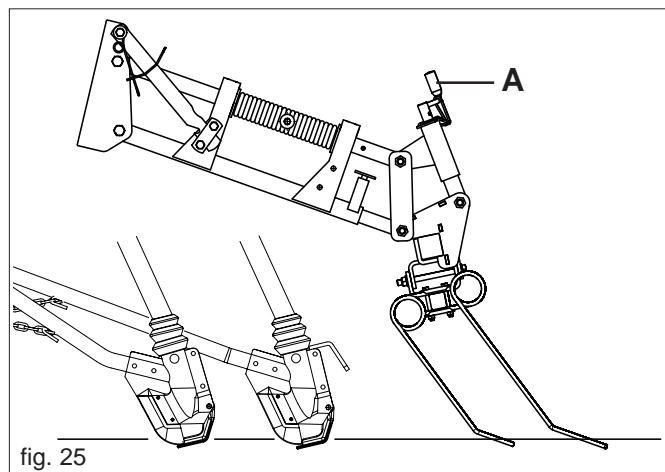

fig. 25
La position de travail normale de la herse est indiquée sur la Figure 25. Dans cette position, l'usure de la dent courte et de la dent longue est identique. Grâce à la poignée de réglage (A), il est possible de modifier l'inclinaison de la herse.